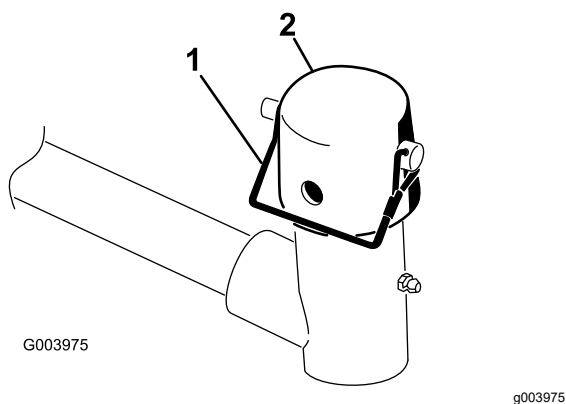

Figure 9
- Retirez la goupille à fermoir et le capuchon de la chape de pivot du bras de levage (Figure 9).
Remarque: Utilisez la fente pour rendre l'unité de coupe directionnelle ou le trou pour que l'unité de coupe reste fixe (Figure 9).